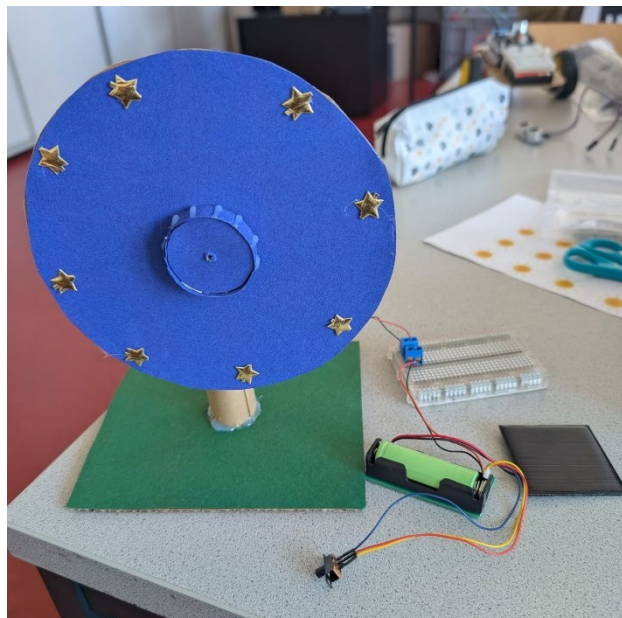

Abbildung 1: Karussell
- **Montage:** Kleben Sie die Teile mit einer Heißklebepistole zusammen (siehe Abbildung 1: Karussell)